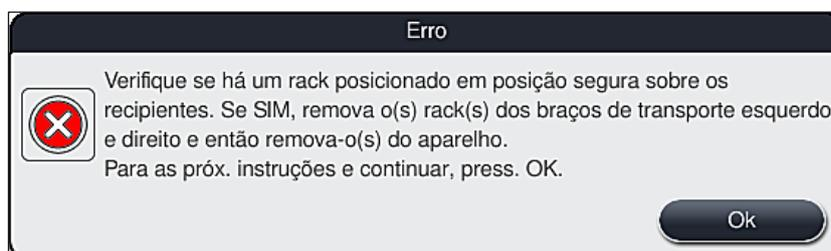
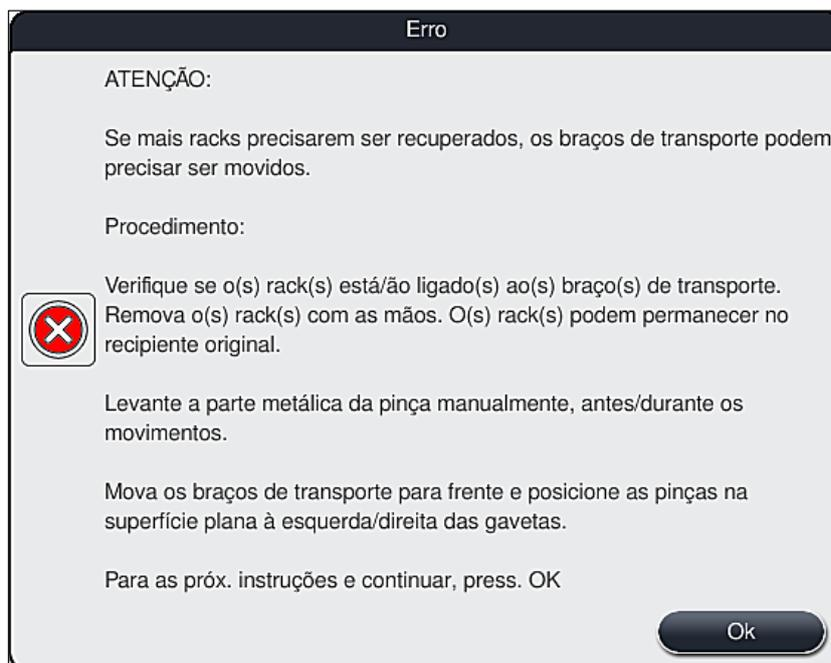

Fig. 106
Fig. 107
2. Subsequentemente, esta mensagem de informações pede ao usuário para verificar (→ "Fig. 106") se o aparelho colocou um ou dois racks em uma posição segura entre dois recipientes de reagente (→ "Fig. 102").
3. Após pressionar o botão **OK** (→ "Fig. 106"), surge outra mensagem de informações, (→ "Fig. 107") que fornece instruções ao usuário em relação ao procedimento correto para remoção dos respectivos racks.